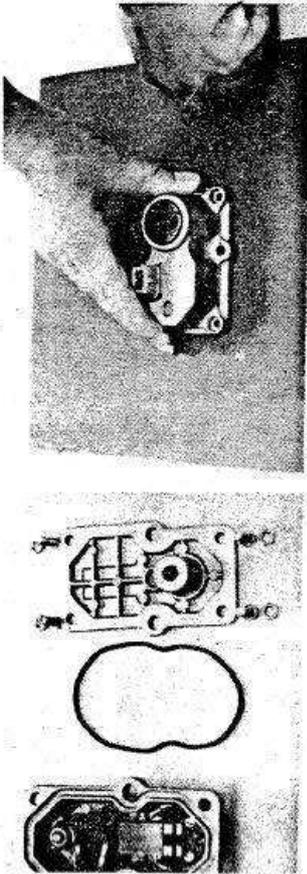
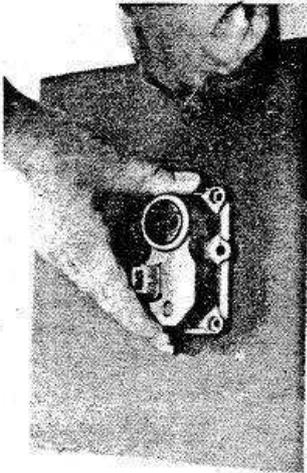
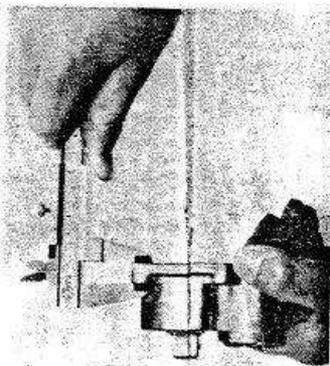

Bild 1
Bild 2
Bild 3
16) Die erforderliche max. Kraftstoffmenge von 40 l/h wird durch die im folgenden beschriebene Änderung der Bosch K-Jetronic erreicht: Nach Demontage des Warmlaufreglers vom Motorblock wird der Warmlaufregler zerlegt (siehe Bild 1). Dann wird die obere Gehäusehälfte mit Schmirgelleinen um ca. 0,5 mm abgeplant (siehe Bild 2). Die gewünschte Maßdifferenz sollte wie im Bild 3 gezeigt, mit der Schieblehre kontrolliert werden. Danach kann der Warmlaufregler wieder montiert werden. Durch diese Nacharbeit liegt der Kraftstoffsteuerdruck bei warmem Motor in einem Bereich von 3,6 - 3,8 bar.